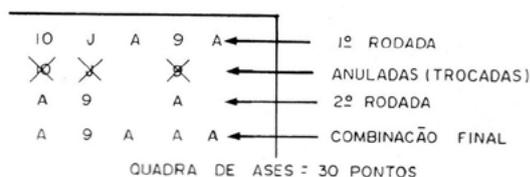

Figura 15
a. Em primeiro lugar jogue 5 vezes anotando os resultados que você obteve, como mostra a figura 15.